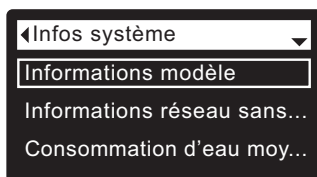

FIG. 61
3. Appuyez sur le **SÉLECTEUR (O)** pour afficher les rubriques d'Infos système (cf. Figure 61).
7. Après avoir lu une rubrique d'informations, appuyez sur le **SÉLECTEUR (O)** : l'afficheur reviendra au menu Infos système (cf. Figure 61) (retour automatique si aucun bouton n'est enfoncé pendant quatre minutes).